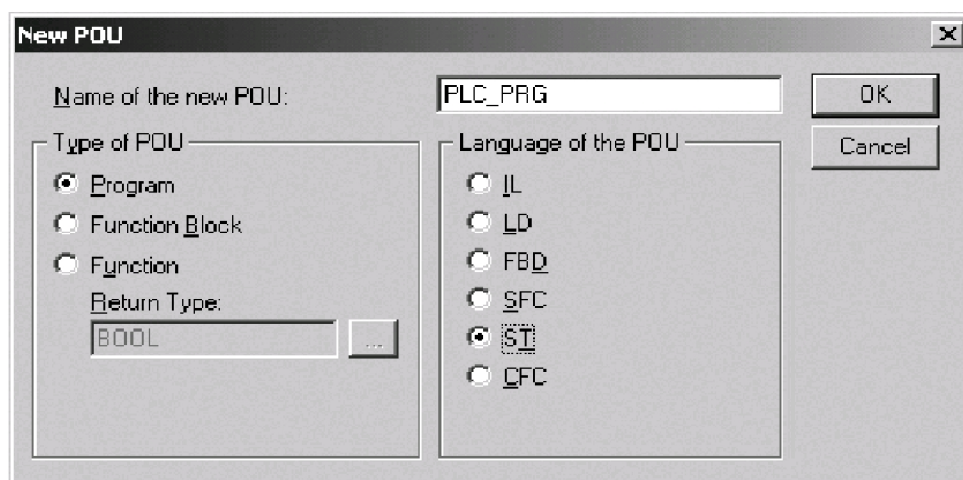

Рисунок 5 - Окно создания основного POU
4. После задания настроек Target-файла необходимо создать основной POU (главную программу проекта). Окно этого диалога представлено на рис. 5. Главная программа всегда должна иметь тип Program и имя PLC\_PRG. Поэтому в данном диалоге разрешается менять только язык программирования (Language of the POU).